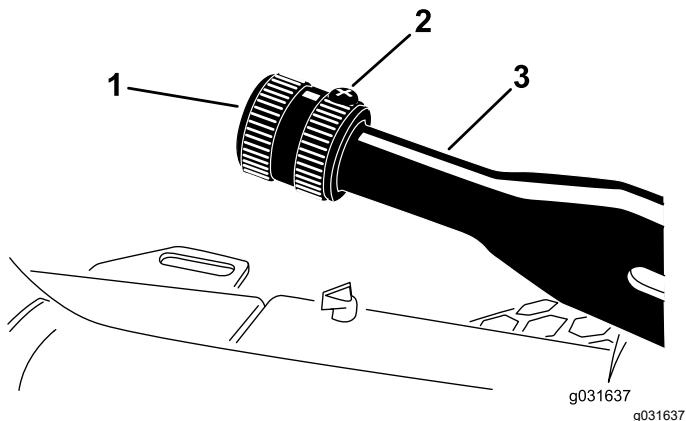

Figure 54
1. Desserrez la vis de fixation du pommeau sur le levier du frein de stationnement (Figure 54).